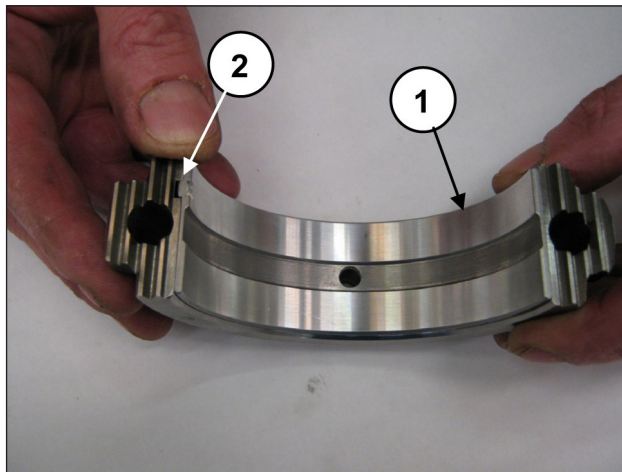

Fig. 67
Aplique os semi-rolamentos inferiores aos chapéus (pos. ①, Fig. 67), certificando-se que a lingueta de referência dos semi-rolamentos esteja posicionada na caixa sobre o chapéu (pos. ②, Fig. 67).